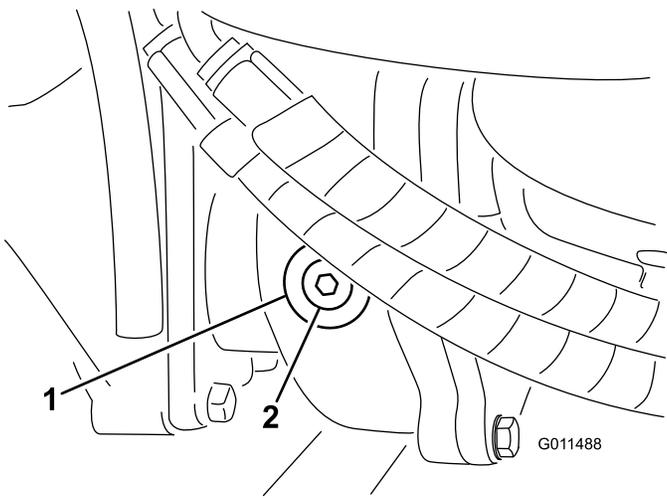

Figura 76
- Retire el tapón de verificación/llenado del lado izquierdo de la caja de engranajes y asegúrese de que el lubricante llega al borde inferior del orificio (Figura 76).